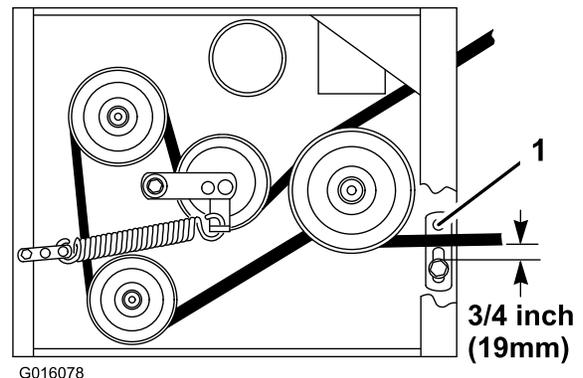

Bild 10
- Prüfen Sie die Riemenführung unter dem Motorrahmen auf korrekte Einstellung (**Bild 10**).
Hinweis: Stellen Sie sicher, dass der Abstand zwischen der Riemenführung und dem Mähwerkriemen 19 mm beträgt, wenn der Mähwerkriemen eingekuppelt ist (**Bild 10**). Stellen Sie die Riemenführung am Mähwerk bei Bedarf ein. Der ausgekuppelte Riemen darf nicht schleifen oder von der Riemenscheibe rutschen, wenn die Riemenführungen richtig eingestellt sind.